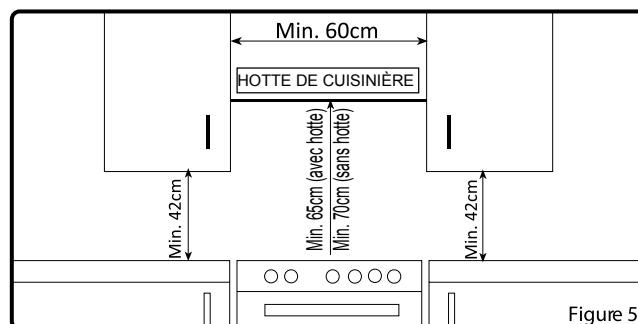

Figure 5
- Les hauteurs minimales entre le support de plateau et les placards et les hottes de cuisine avec ventilateur sur le produit sont présentées dans la figure 5. Ainsi, la hotte de cuisine doit être à fixée à une hauteur minimale de 65 cm du support de tableau. S'il n'y a pas de hotte, la hauteur ne doit pas être inférieure à 70cm.